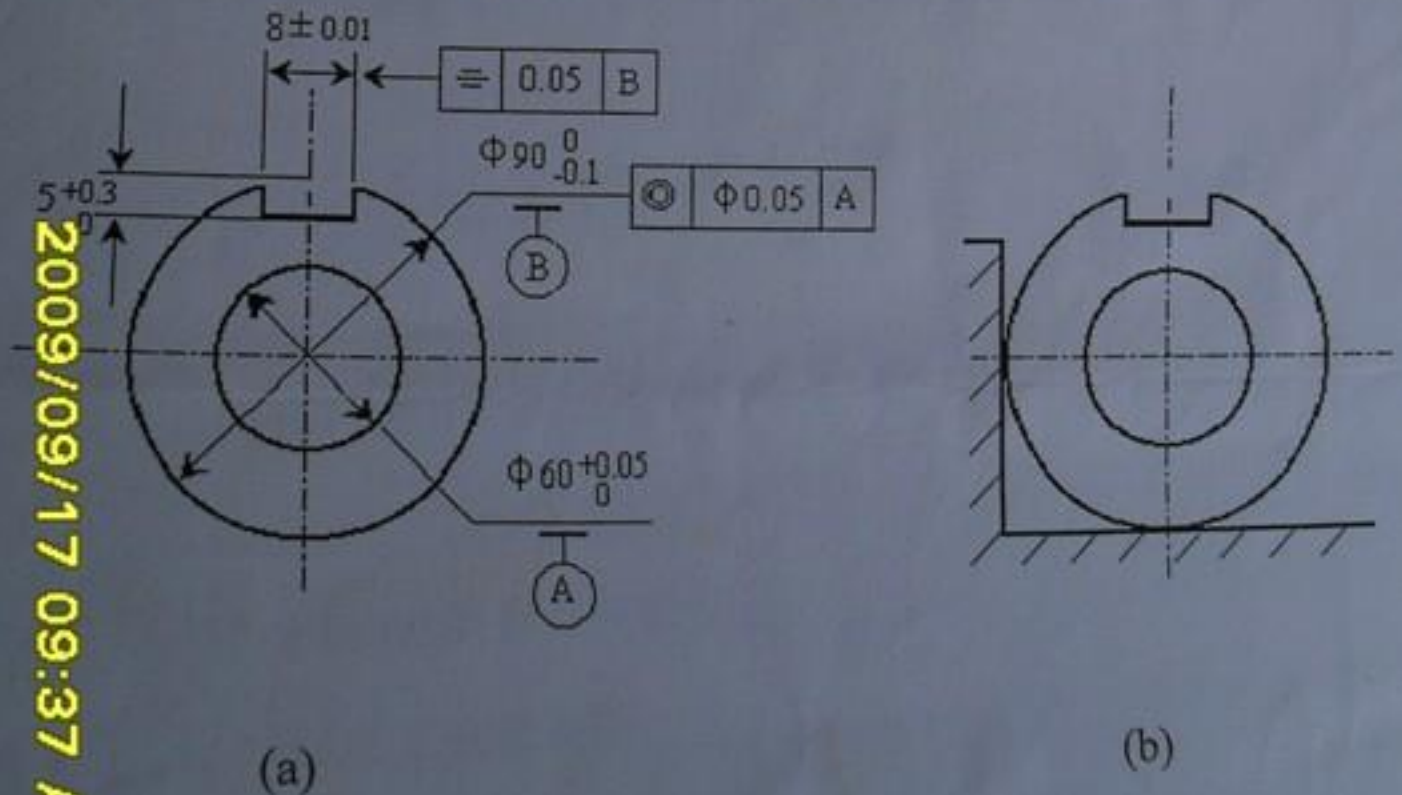

图 5
十一、(10分) 图 5(a)给出了零件的基本形状与技术要求, (b)给出了铣键槽工序的定位示意图。(1) 计算该工序定位误差并判断该定位方案的合理性; (2) 若不合理, 试考虑满足该零件要求的铣键槽工序定位方案, 并验证其合理性。